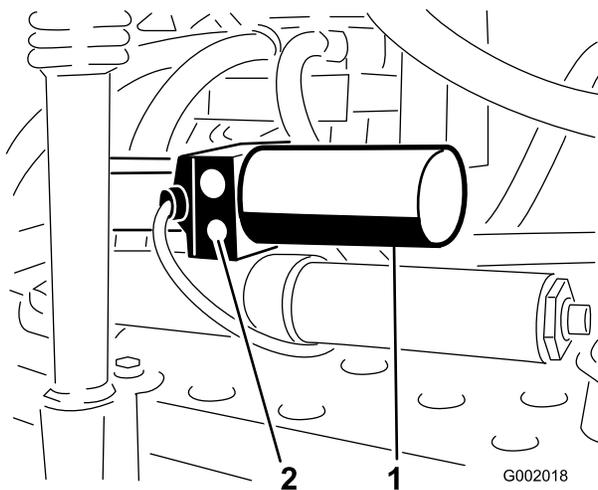

Bild 52
1. Ermitteln Sie das manuelle Überdruckventil am Aktuator jedes Auslegers. Das manuelle Überdruckventil ist das kleinste Ventil. Es befindet sich nur an einer Seite des Aktuators (Bild 52).